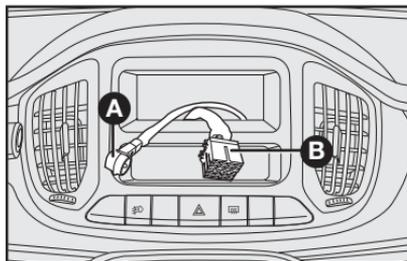

fig. 102
- cabo e plugue de alimentação eléctrica para o autorrádio **B-fig. 102**.
- cabo e conector para antena de teto **A-fig. 102**.
- cabos e plugue para conexão dos alto-falantes e tweeters **B-fig. 102**.
- cabo de alimentação do autorrádio **B-fig. 102**.
- cabo para tweeter e alto-falante dianteiros e traseiros **B-fig. 102**.